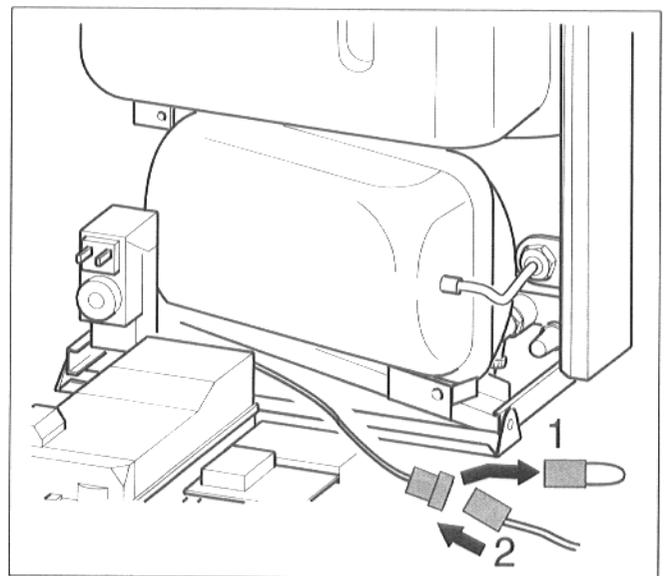

Abb. 21 Warmwasserfühler FB für externen Speicher-Wassererwärmer
- Brückenstecker entfernen (Abb. 21, Pos.1). Kabelfarben: schwarz/weiß und lila.
- Verlängerungskabel (Abb. 21, Pos. 2) (3 m) für Brauchwasserfühler an den Stecker anschließen und Fühler in den Speicher montieren.